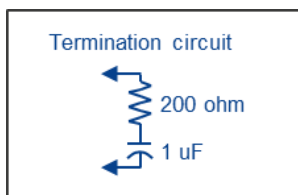

Figure 1-4 終端回路例
- Figure 1-4の終端回路は、(*2)を使用した場合の例です。終端回路の容量1uFはDC電流カット用に挿入しています。